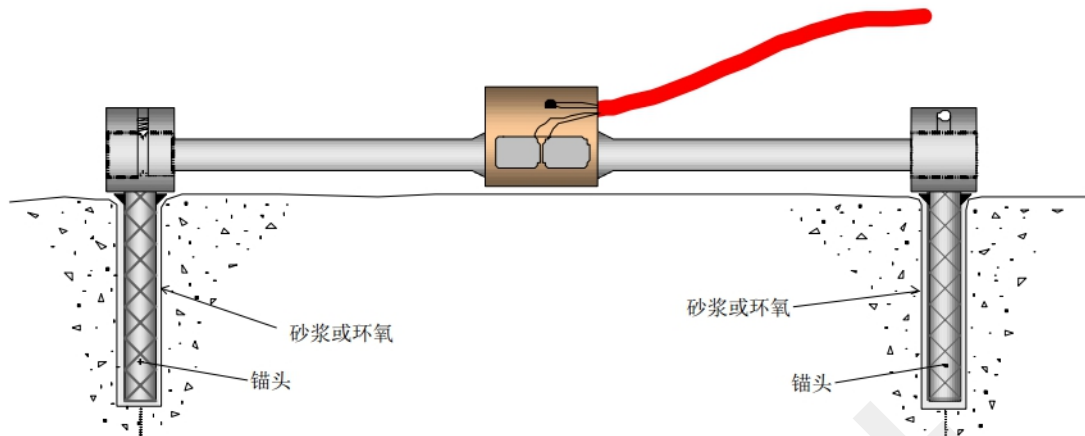

图3-3 头在混凝土上安装
1) 安装块上焊好锚头（锚头可使用  $8\sim 10\text{mm}$  螺纹钢，长度  $60\sim 80\text{mm}$ ），利用安装杆定位，在合适的位置钻出两个  $70\sim 90\text{mm}$  深的孔。孔的最小直径为  $12\text{mm}$ ，将锚头用速凝砂浆或环氧固定在钻孔中。如图3-3所示：